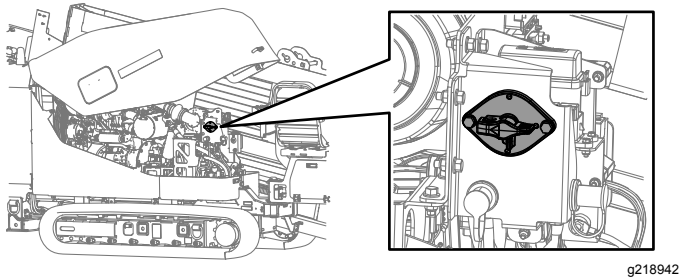

Figure 39
- Pour mettre la machine sous tension, tournez le COUPE-BATTERIE dans le sens horaire à la position SOUS TENSION (Figure 39).
- Pour mettre la machine hors tension, tournez le COUPE-BATTERIE dans le sens antihoraire à la position HORS TENSION (Figure 39).